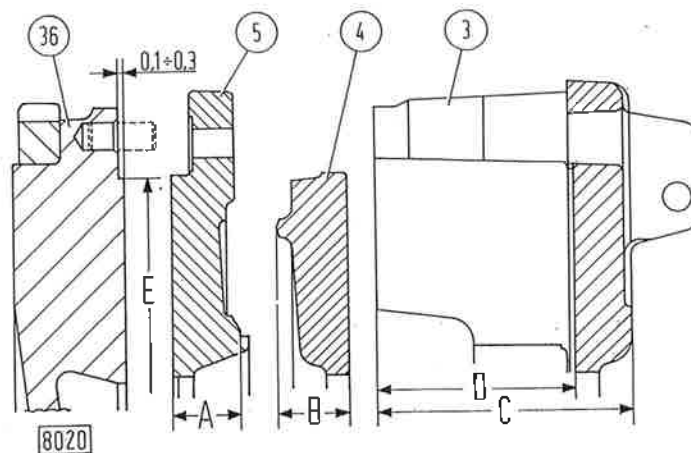

Fig. 72 - Dimensions minimales autorisées après la réfection de pièces sujettes à l'usure.
dimensions des pièces ne doivent pas se réduire outre les limites minimales indiquées sur la fig. 72, et qu'il faut toujours rétablir la cote (D).
Rectifier, au besoin, la surface de portée du volant, en ayant soin de rétablir ensuite le renforcement extérieur de 0,1 à 0,3 mm (fig. 72).